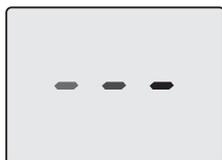

Figura 6.5
- Alimentare elettricamente la caldaia azionando l'interruttore bipolare previsto in installazione. Il display LCD visualizza il simbolo  (i trattini vengono accesi in sequenza per simulare uno scorrimento) (Figura 6.5).
- Spegnerne la caldaia tenendo premuto per 5 secondi il tasto 14 (Figura 6.6) fino a far apparire sul display LCD il simbolo  (i trattini vengono accesi in sequenza per simulare uno scorrimento) (Figura 6.5).